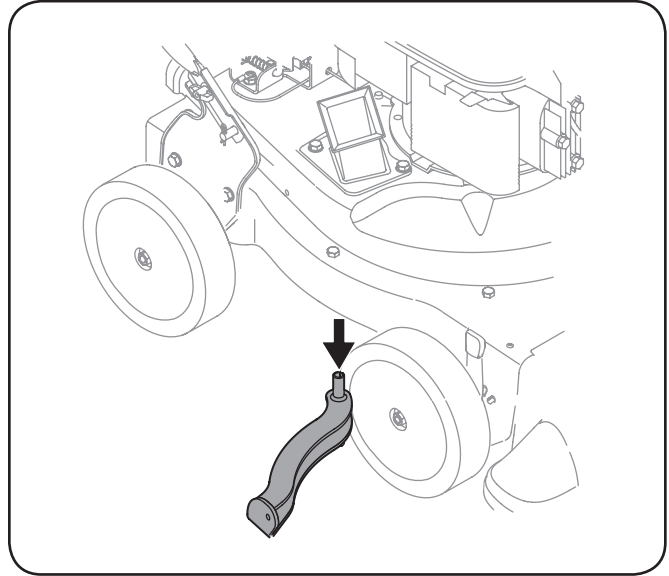

Figura 6-3
6. Saque la pantalla y límpiela con un cepillo o lávela con agua. Vea la Figura 6-3.